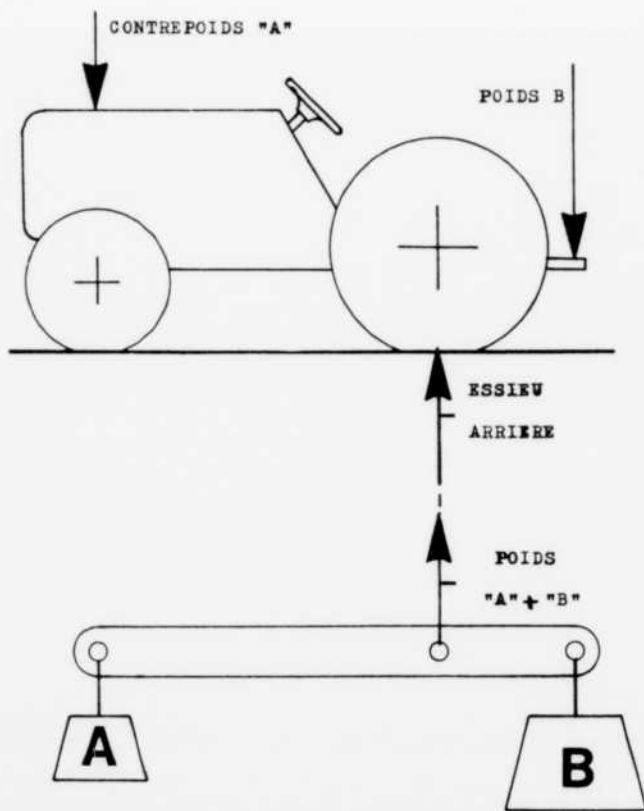

FIGURE 2
- b — si, pour annuler cette réaction, on ajoute du poids à l'avant du véhicule, l'essieu arrière se trouve surchargé à la fois par le poids de la charge vive et par celui ajouté à l'essieu avant, (figure 2). Il n'est pas du tout avantageux de transporter ainsi une charge morte inutile.